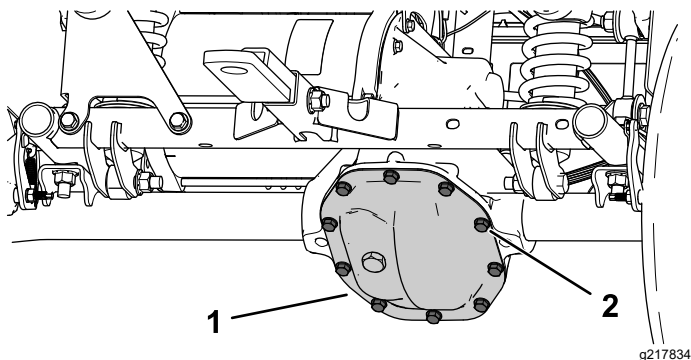

Figura 53
2. Rimuovete i bulloni dalla protezione del transaxle e spurgate completamente il fluido (Figura 53).
1. Allineate una bacinella di spurgo sotto la protezione del transaxle (Figura 53).